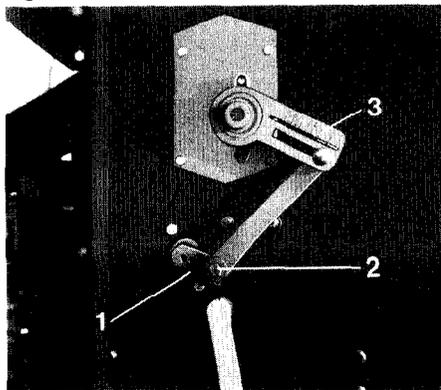

Fig. 40
- d) Deben realizarse dos regulaciones: En la palanca (Fig. 40/1) del extremo del eje de siembra debe fijarse el tornillo con la barra de empuje (Fig. 40/2) en la posición 0, A, B ó C, según indique la tabla de desinfección. En la posición 0, el dispositivo queda desconectado. En la posición C se aplica la dosis máxima, siendo las A y B valores intermedios.
En la escala de la corredera (Fig. 40/3) debe fijarse la cifra indicada por la tabla. Cifras más altas indican dosis mayores. En esta corredera (Fig. 40/3) se realiza el ajuste de precisión de la dosis.
El paso de una posición a la siguiente en la corredera (Fig. 40/3) del dosificador (p. ej. de A2 a A3 ó de A8 a B1) modifica la dosis en un 10%; en los ejemplos, aumenta en un 10%. El paso a una posición más baja, por el contrario, la reduce en un 10%.